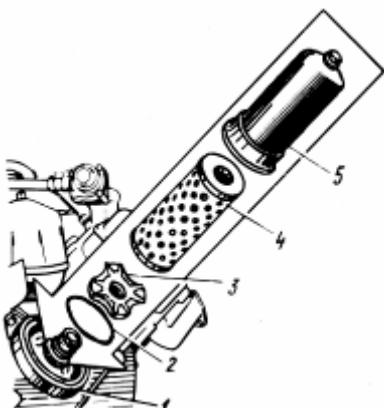

Рис. 62. Масляный фильтр:
- 2 Отвернуть полностью и снять колпак 5 (рис. 62) фильтра.